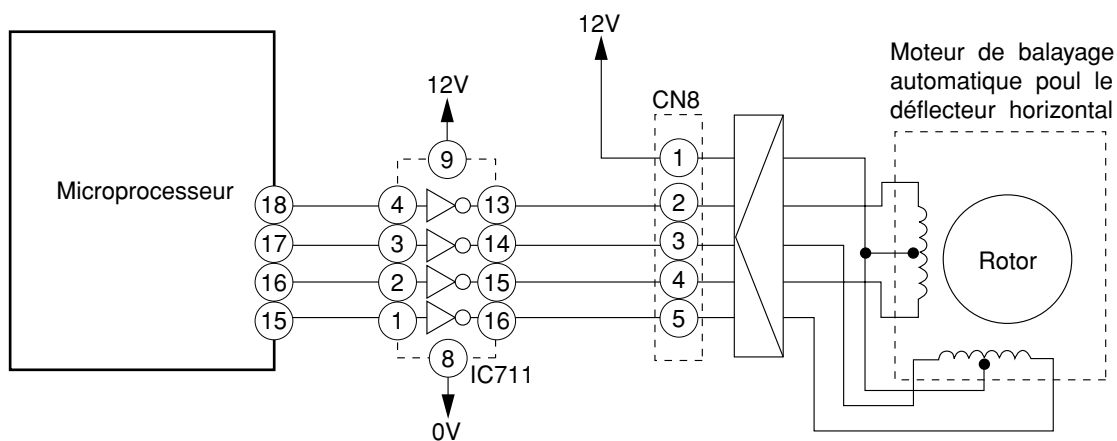
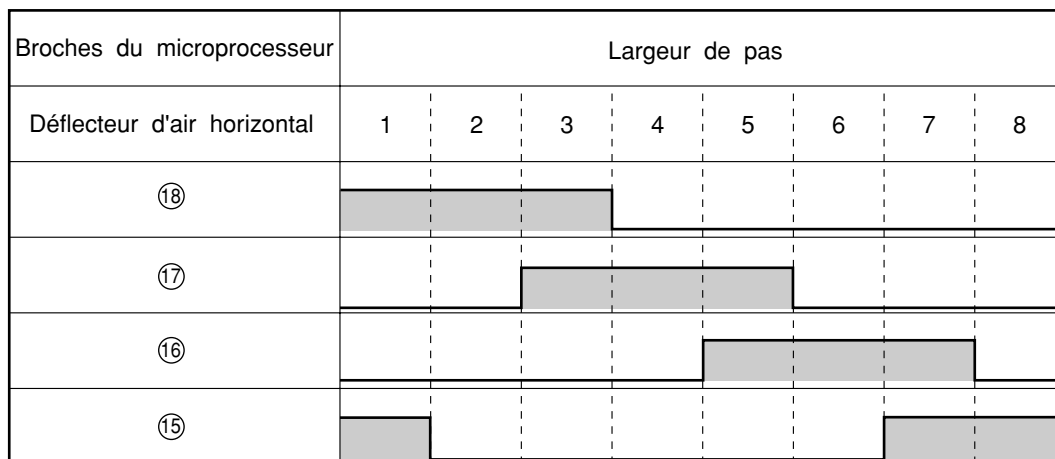

Fig. 4-1 Circuit du moteur de balayage automatique (déflecteur d'air horizontal)
Fig. 4-2 Signaux de sortie du microprocesseur
- La figure 4-1 représente le circuit de commande du moteur de balayage automatique; les signaux indiqués sur la figure 4-2 sont appliqués sur les broches ⑮-⑱ du microprocesseur.
- Tandis que la sortie du microprocesseur change comme le montre la figure 4-2, le noyau du moteur de balayage automatique est excité et le rotor tourne. Le tableau 4-1 donne l'angle de rotation du déflecteur d'air horizontal.